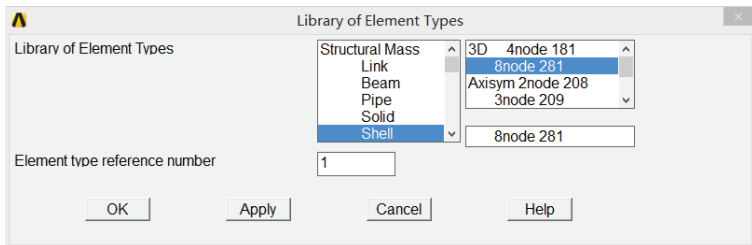

图 6-6 单元类型列表对话框
2) 在 Library of Element Types 列表框中选择 Shell, 3D 8node 281, 在 Element type reference number 输入栏中输入 1, 如图 6-6 所示, 单击 OK 按钮关闭该对话框。